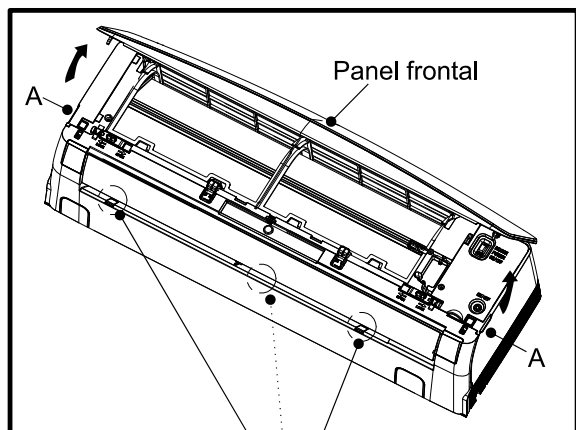

Fig. 9
- 2) En la posición A, abra el panel frontal como se muestra en la Fig. 9.